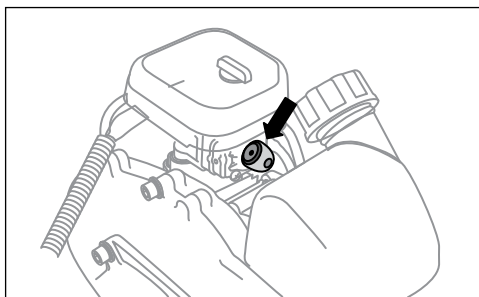

Рис. 12
4. Несколько раз нажмите на прозрачный колпачок ручной подкачки топлива (праймер), расположенный между воздушным фильтром и топливным баком, для заполнения карбюратора топливом (рис. 12). При этом сквозь прозрачный колпачок кнопки должно просматриваться подкачиваемое топливо.